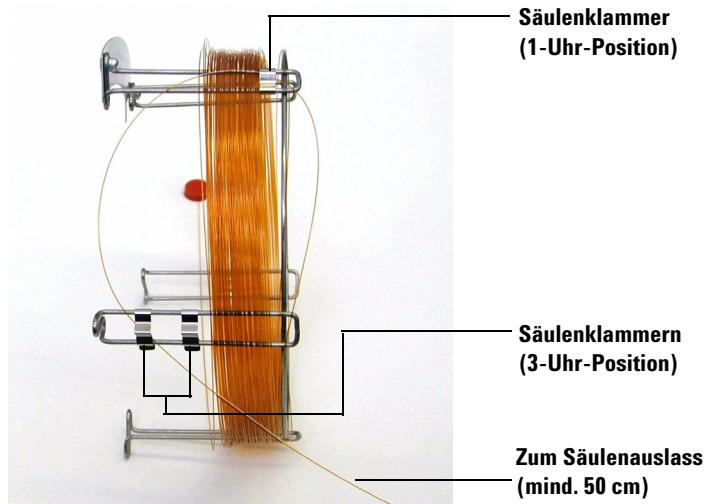

Abb. 6 Säule durch die 3-Uhr-Position geführt
- 5** Führen Sie jetzt die Auslassseite der Säule durch die Klammern an der 3-Uhr-Position, sodass der Säulenauslass in Richtung Rückseite des Säulenkäfigs zeigt. Stellen Sie sicher, dass der Teil der Säule, der zwischen den beiden Klammern liegt, NICHT über die Säulenbezeichnung hinausragt. Siehe Abb. 6.